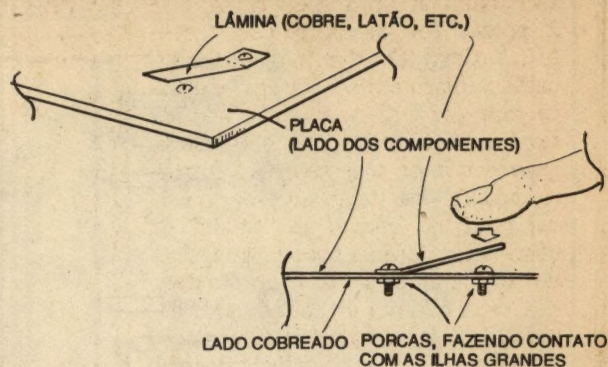

Fig. 5
- Material para a confecção das "teclas" (interruptores simples, momentâneos, Normalmente Abertos): 12 pequenas lâminas metálicas, flexíveis, de cobre, latão, ferro, aço, etc., com medidas aproximadas de 3,0 x 1,0 cm., serviro perfeitamente... Serão necessários também 24 parafusos/porcas, tamanho 3/32", para fixação e contato elétrico das lâminas/teclas (ver FIG. 5).